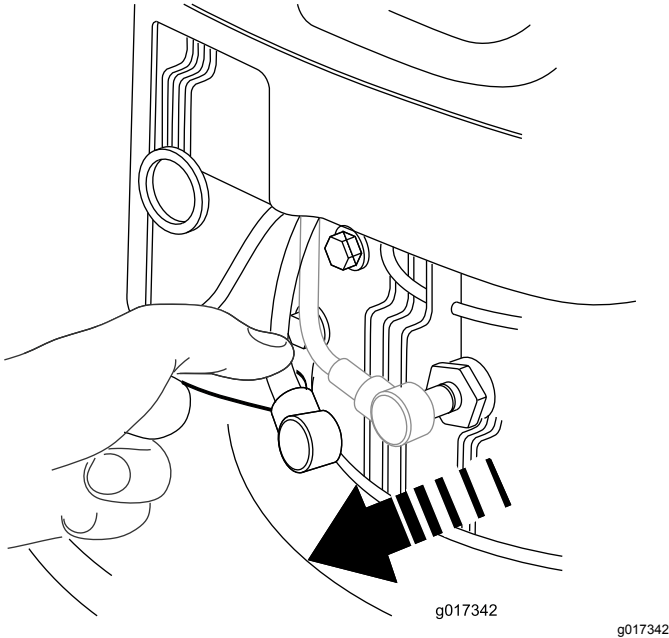

Figura 19
2. Desconecte el cable de la bujía (Figura 19) antes de realizar cualquier procedimiento de mantenimiento.